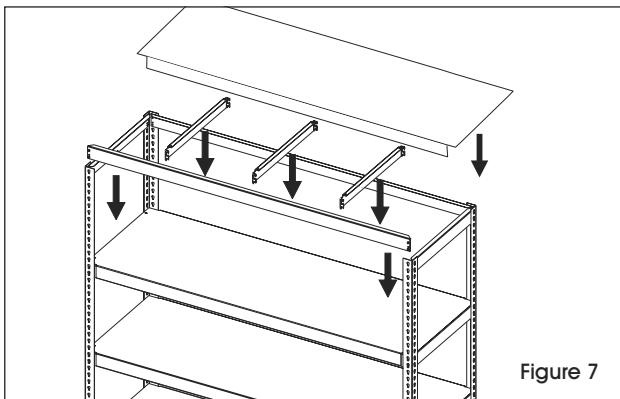

Figure 7
7. Fixez le support avant/arrière et les supports de tablette restants. Déposez la dernière tablette en acier sur les supports de tablette. (Voir Figure 7)